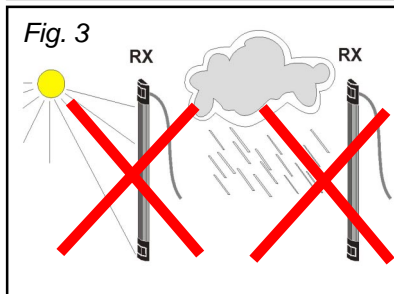

Fig. 3
» Non orientare il ricevitore contro la luce solare diretta o esposto direttamente alle intemperie (fig. 3).
» Ne jamais diriger le récepteur vers le plein soleil ni l'exposer à l'intempérie (fig. 3).
- » Never direct the receiver towards the sun light nor expose it to the inclemency of the weather (fig. 3).